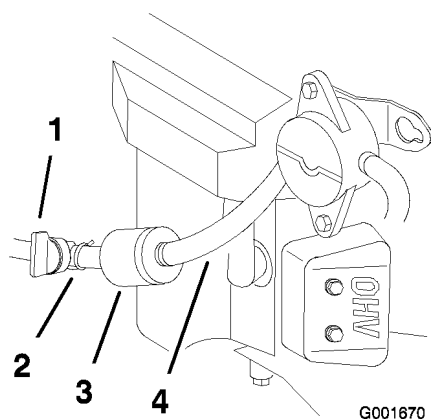

Figure 35
5. Fermez le robinet d'essence (Figure 35).
6. Pincez les extrémités des colliers et faites glisser ceux-ci pour les éloigner du filtre (Figure 35).
8. Posez un filtre neuf et rapprochez les colliers de fixation du filtre (Figure 35).
3. Fermez le robinet d'essence (Figure 35).
4. Desserrez le collier de serrage au niveau du filtre à carburant et éloignez-le du filtre en le poussant le long de la conduite d'alimentation (Figure 35).
5. Débranchez les conduites d'alimentation du filtre à carburant (Figure 35).
Remarque: Laissez l'essence s'écouler dans un bidon ou un bac de vidange (Figure 35).
7. Raccordez la conduite d'alimentation au filtre. Rapprochez le collier de serrage du filtre pour fixer la conduite d'alimentation (Figure 35).